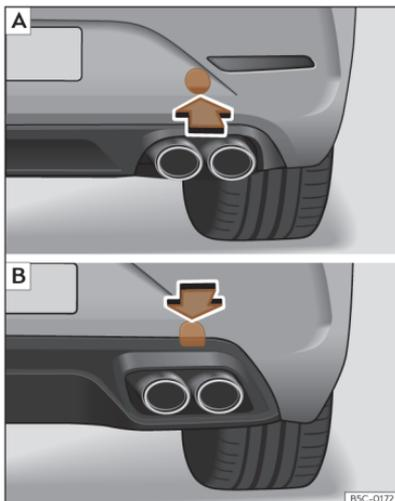

Abb. 208 Auf der rechten Seite des hinteren Stoßfängers: Abdeckung entfernen. **A** Leon Sportstourer; **B** Leon.
Die Abschleppöse wird in die hinter einer Abdeckung auf der rechten Seite des hinteren Stoßfängers befindliche Aufnahme eingeschraubt >>> **(Abb. 208)**.
- *Leon Sportstourer*: Auf den unteren Bereich der Abdeckung >>> **(Abb. 208)** **A** drücken, um die Verastung zu lösen.
- *Leon*: Drücken Sie auf den oberen Bereich der Abdeckung >>> **(Abb. 208)** **B** und klinken Sie diese aus.
- Drehen Sie die Abschleppöse **entgegen dem Uhrzeigersinn** so fest wie möglich in die Aufnahme >>> **(Abb. 208)**, >>> **(Abb. 208)**. Verwenden Sie ein geeignetes Hilfsmittel, um die Abschleppöse festzuziehen.